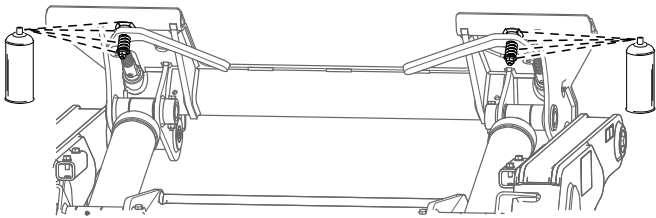

Figure 43
7. Graissez les tringleries d'attache rapide avec un lubrifiant en aérosol (Figure 43).